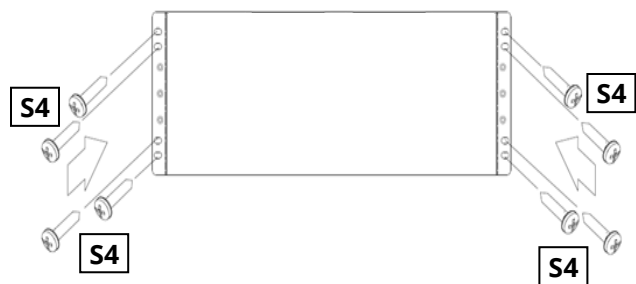

FIG. 5
4. Pré-percez les trous à l'aide d'une foret de 3 mm ou 1/8". Fixez les huit (8) vis d'ancrage M5 de 16 mm pour assurer la stabilité du dispositif de dérivation de maintenance. (FIG. 5)